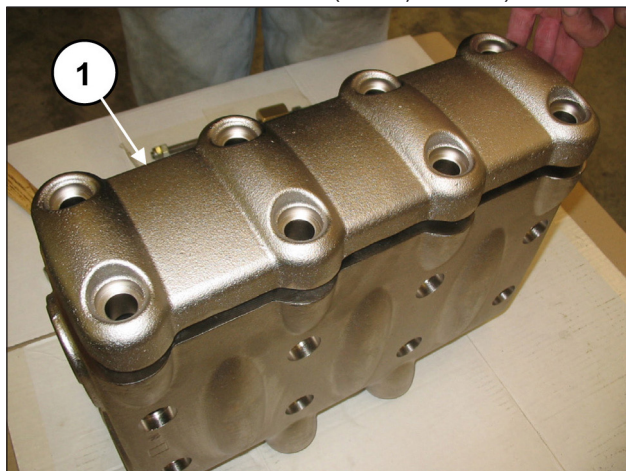
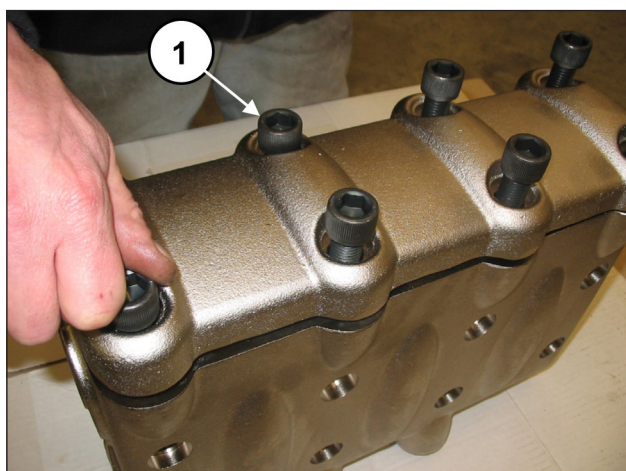

Abb. 126
Abb. 127
Setzen Sie die Ventilkappe samt O-Ring und Stützring ein. Bringen Sie nach Montage der Ventilgruppen und der Ventilkappe den Ventildeckel an (Pos. ①, Abb. 126) und ziehen Sie die 8 Schrauben M16x55 fest (Pos. ①, Abb. 127).